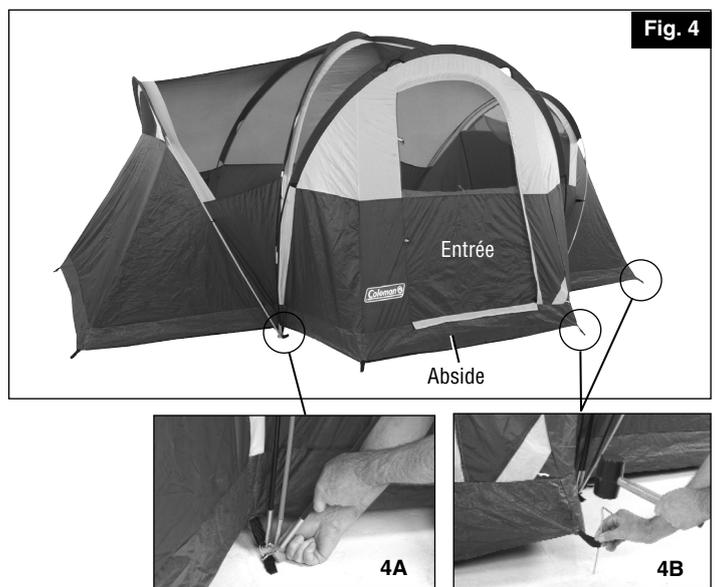

Fig. 4
12. Introduisez une extrémité du mât de l'abside noir (au-dessus de l'entrée) sur la cheville restante au coin intérieur avant de la tente. (Fig. 4 et 4A)
13. Allez à l'autre bout du mât de l'abside noir et faites pression pour arquer progressivement le mât afin de pouvoir rentrer la cheville restante (de l'autre côté de l'entrée) dans l'extrémité du mât. (Fig. 4 et 4A)
14. Étirez les sangles des coins, des côtés, de l'arrière et de l'abside pour bien tendre le tapis de sol. Passez les piquets dans les boucles et enterrez-les au marteau. (Fig. 4 et 4B)